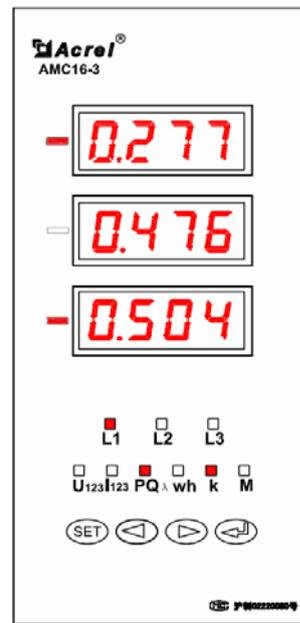

图 12
- 3) 图 12 显示的电参量从上到下依次为第 1 路三相负载的三相有功功率-0.277kW、无功功率 0.476kW、功率因数-0.504。